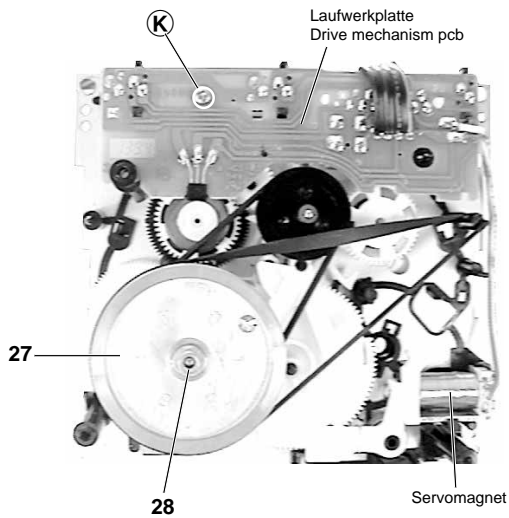

Fig. 9
- Schraube (K) herausdrehen (Fig. 9).
- Undo screw (K) (Fig. 9).